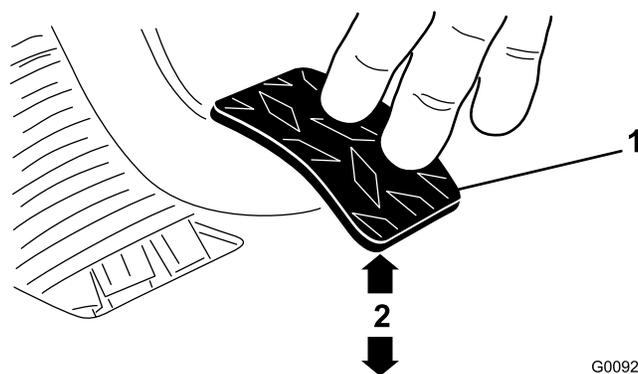

Figura 69
3. Ajuste as porcas de retenção ou a junta esférica até que a extremidade traseira do pedal de embraiagem esteja a 9,2 - 9,8 cm da parte superior do padrão de diamante da chapa do piso, aplicando uma força de 1,8 kg no pedal (**Figura 69**).